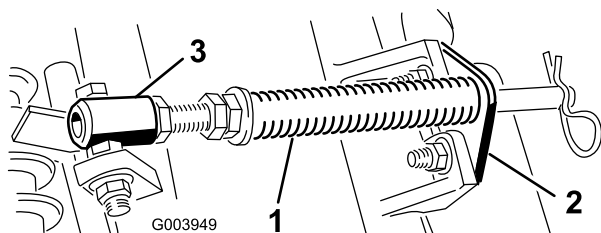

Figura 5
- A. Togliete i due bulloni a testa tonda e i dadi che fissano la staffa dell'asta alle alette degli elementi di taglio (**Figura 5**).